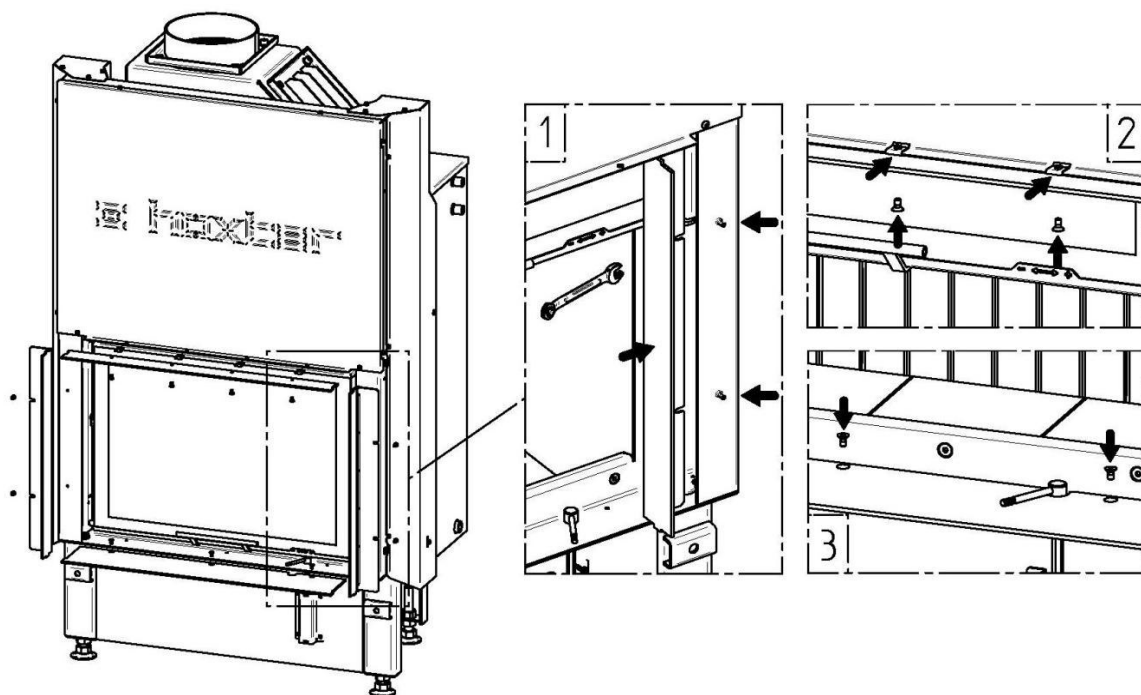

Рис. 14
- **Установка и сборка рамки для моделей с прямой дверью** (рис. 14)